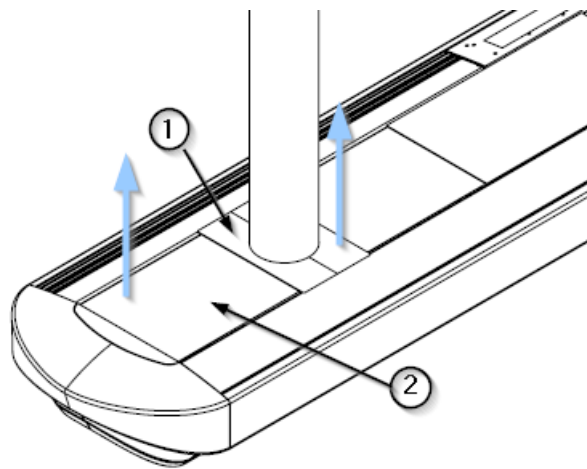

Abb. 2 Entfernen der Abdeckungen vom Hauptkörper
- Entfernen Sie mit Hilfe eines Sechskantschlüssels die 4 Schrauben M6 x 25 ① und die 4 entsprechenden Unterlegscheiben DIN 9021 ②, wie in Abbildung 2 dargestellt.
- Nun ist die Halterung der Seitenwand ③ sichtbar. Entfernen Sie diese, indem Sie die 4 Schrauben M6 x 25 ① und die 4 dazugehörigen Unterlegscheiben DIN 9021 ② mit Hilfe desselben Werkzeugs entfernen, wie in Abbildung 2 dargestellt.
- Setzen Sie zuerst die Halterung der Seitenwand ③ ein und befestigen Sie sie mit 4 Schrauben M6 x 25 ① und den 4 entsprechenden Unterlegscheiben DIN 9021 ②.
- Setzen Sie anschließend die Stirnwand in ihre Position ein und befestigen Sie sie mit 4 Schrauben M6 x 25 ① und den 4 entsprechenden Unterlegscheiben DIN 9021 ②.